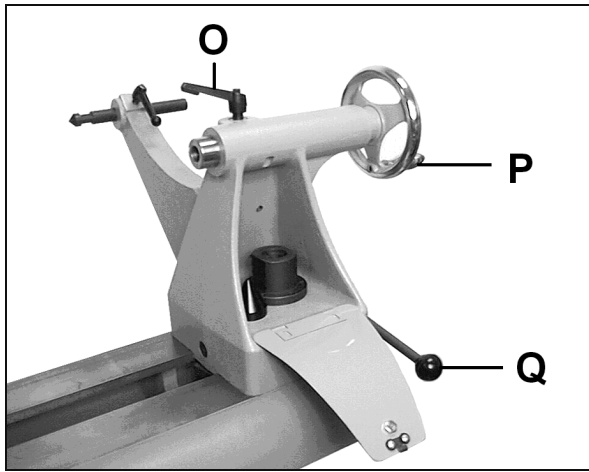

Fig. 34
Tourner le volant (P, Fig. 34) dans le sens des aiguilles d'une montre pour sortir le fourreau et bloquer le levier de serrage (O).